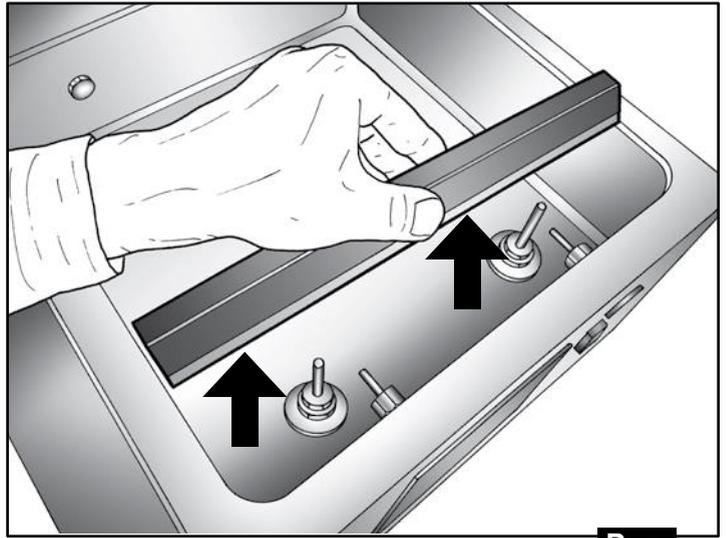

Рис. 1
- * Извлеките запаечную перекладку из вакуумной камеры, подняв ее горизонтально, держа за обе стороны (Рис. 1).
- 1) Извлеките запаечную перекладину из вакуумной камеры, подняв ее горизонтально, держа за обе стороны (Рис. 1).